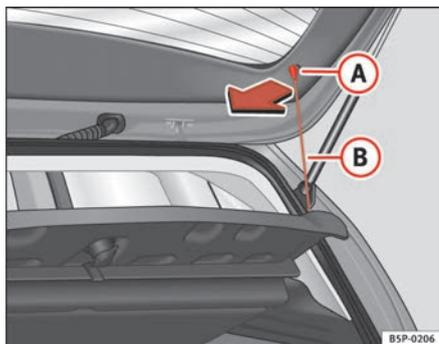

Fig. 123 Bandeja portaobjetos
- Desenganche los tirantes ⇒ fig. 123 **B** de los alojamientos **A**.